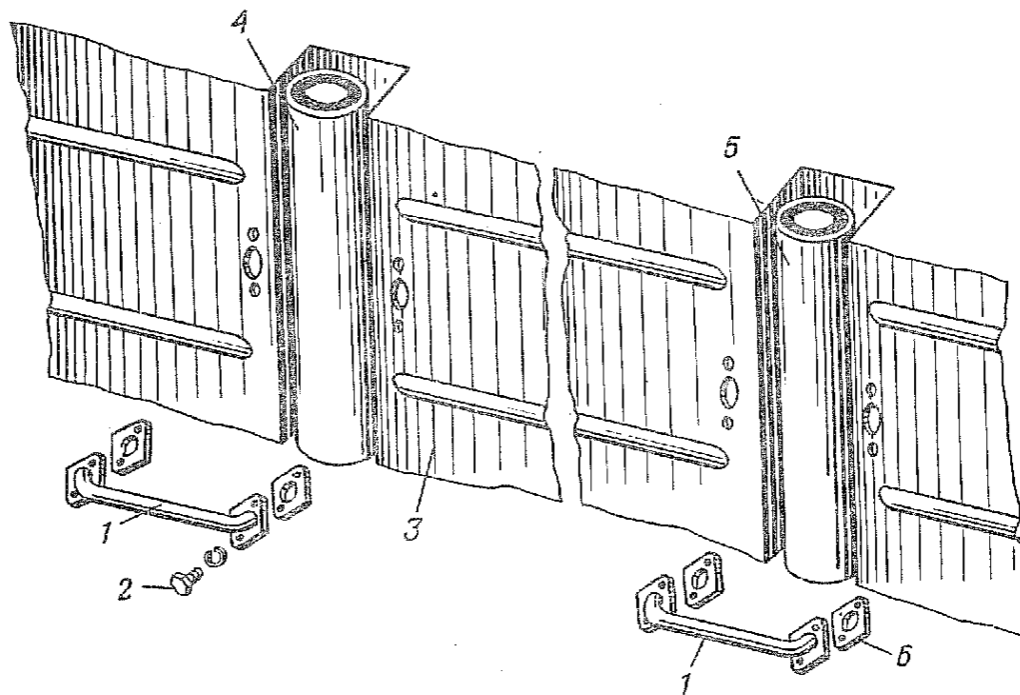

Рис. 64. Соединительные трубы:
1.12. Отвернуть болты 2 (рис. 64) крепления соединительной трубы 1 к днищу 3 кузова, снять соединительную трубу и уплотнительные прокладки 6 (ключ 12).
2.3. Установить соединительную трубу 1 (рис. 64) с уплотнительными прокладками 6 на днище кузова и закрепить болтами 2 с пружинными шайбами (ключ 12).
1.11. Отвернуть болты 2 (рис. 64) крепления сое-
2.3. Установить соединительную трубу 1 (рис. 64) с уплотнительными прокладками 6 и закрепить болтами 2 с пружинными шайбами к днищу кузова (ключ 12).